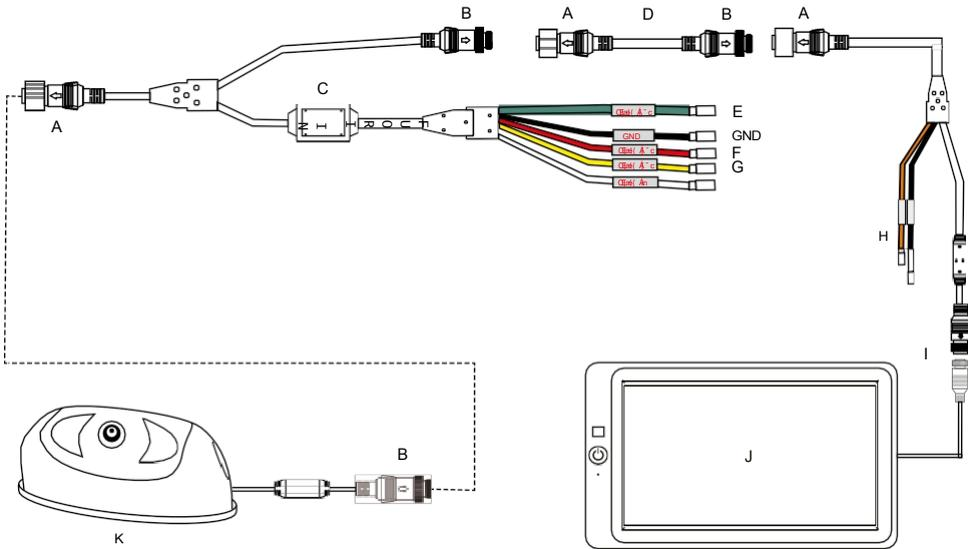

Fig. 4: Collegamento dell'adattatore con 3 uscite di allarme
- **Adattatore 4:** Uscite di allarme per 3 zone (Fig. 4)